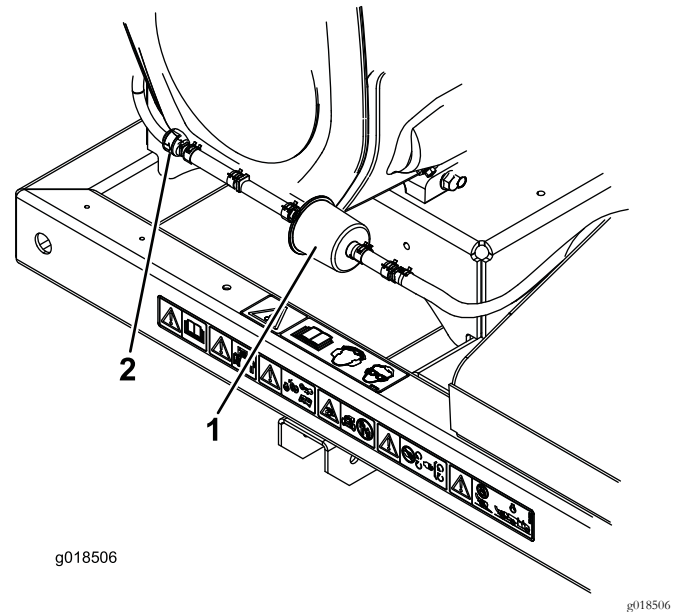

Рисунок 21
2. Переместите шланговые хомуты пружинного типа с обеих сторон фильтра линии продувки с угольным элементом в стороны от фильтра (Рисунок 21).
3. Снимите и удалите в отходы фильтр с угольным элементом (Рисунок 21).
4. Установите новый фильтр в шланг так, чтобы стрелка на фильтре была направлена в сторону обратного клапана, и зафиксируйте его шланговыми хомутами (Рисунок 21).